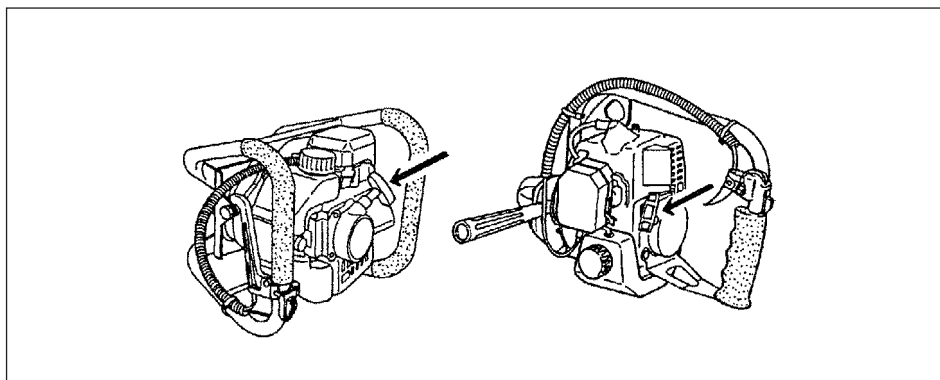

Fig. 2-4
3. Tirar enérgicamente del arrancador de retroceso y teniendo cuidado en no soltar el mango. (Fig. 2-4)